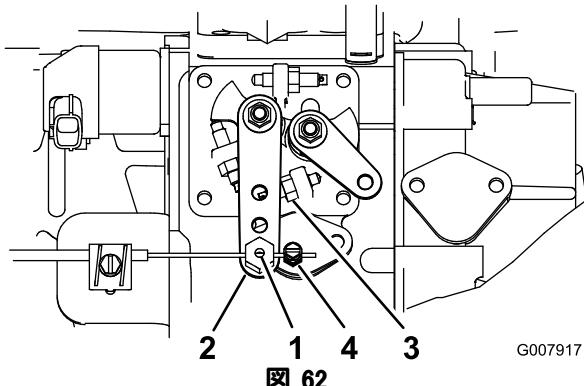

図 62
2. 燃料噴射ポンプのレバーの隣にあるスロットル・ケーブルのコネクタをゆるめる(図 62)。
3. インジェクション・ポンプ・レバーのアームをハイアイドル・ストップに当てる(図 62)。